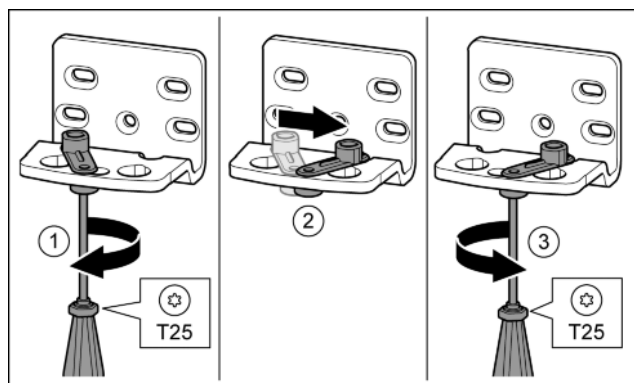

Fig. 15\*
- ▶ За допомогою викрутки T25 послабте гвинт.\* Fig. 15 (1)
- ▶ Допоміжний засіб для закривання дверцят підніміть і поверніть в отворі праворуч на 90°.\* Fig. 15 (2)
- ▶ За допомогою викрутки T25 закрутіть гвинт.\* Fig. 15 (3)